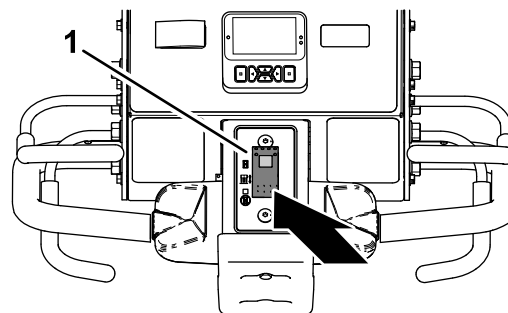

Figura 86
1. Apăsai partea inferioară a comutatorului de control al coborârii (Figura 86) în poziția COBORÂRE IMEDIATĂ.